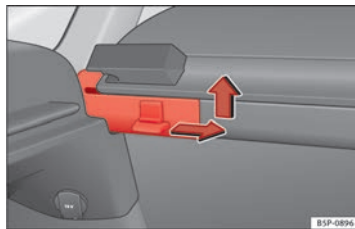

Fig. 120 Desmontaje de la bandeja portaobjetos.
- Presione la clavija lateral en el sentido de la flecha, levante la bandeja y extráigala ⇒ fig. 120.